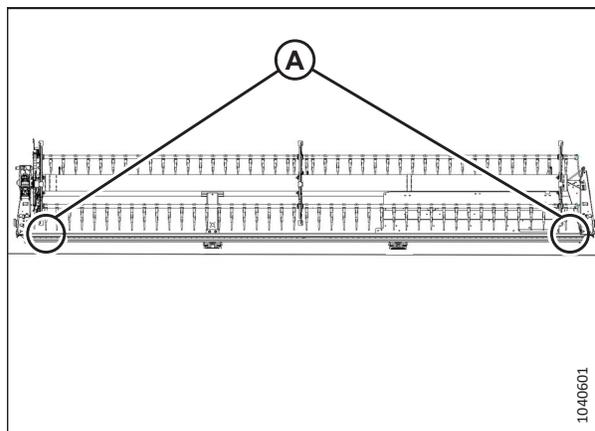

Рисунок 5.137: Расположение точек замера на жатке с одинарным мотовилом
- Рисунок 5.137, страница 322 – жатки с одинарными мотовилом